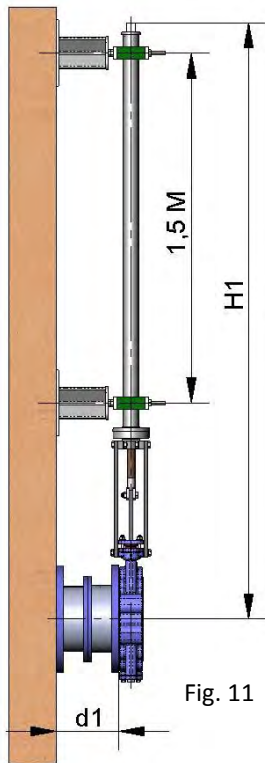

Fig. 11
**2 - Extension: Pipe (Fig. 11)**